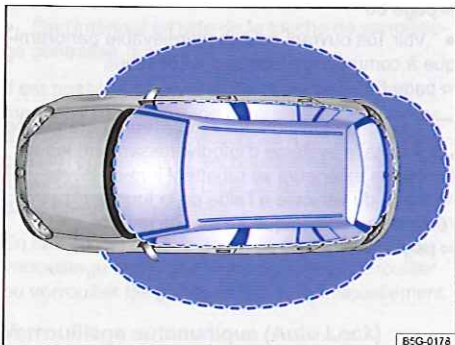

Fig. 30 Système sans clé de fermeture et de démarrage Keyless Access : zones de proximité.
Le système Keyless Access est un système sans clé de fermeture et de démarrage qui permet de verrouiller et de déverrouiller le véhicule sans utilisation active de la clé du véhicule. Pour cela, seule une clé de véhicule valide doit se trouver dans la zone de proximité $\Rightarrow$ fig. 30 du véhicule et vous devez toucher l'une des surfaces de détection intégrées aux poignées de porte avant $\Rightarrow$ fig. 31 ou actionner l'emblème Volkswagen situé dans le hayon $\Rightarrow$ page 63 $\Rightarrow$ ①.
Lorsqu'une clé de véhicule valide se trouve dans une zone de proximité $\Rightarrow$ fig. 30, le système sans clé de fermeture et de démarrage Keyless Access autorise l'accès dès que vous touchez la surface de détection correspondante intégrée à la poignée de porte du conducteur ou du passager avant ou lorsque vous actionnez l'emblème Volkswagen situé dans le hayon. Vous pouvez ensuite effectuer les fonctions suivantes sans utilisation active de la clé du véhicule :
Si, le véhicule étant verrouillé, une clé de véhicule valable se trouve dans la zone de proximité $\Rightarrow$ fig. 30 du hayon, le hayon se déverrouille automatiquement lors de son ouverture.